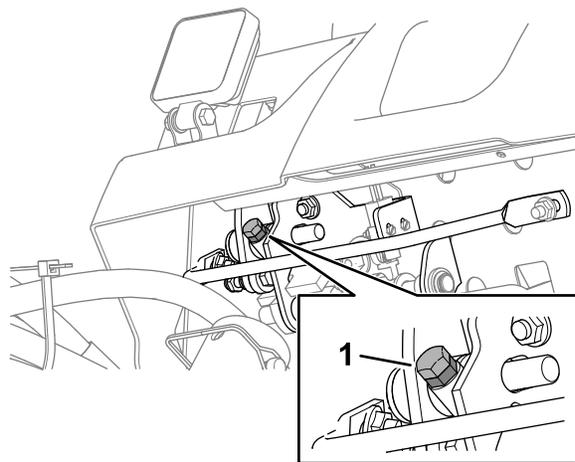

Рисунок 89
- Для уменьшения скорости скашивания поверните упорный винт ограничения скорости (Рисунок 89) по часовой стрелке.